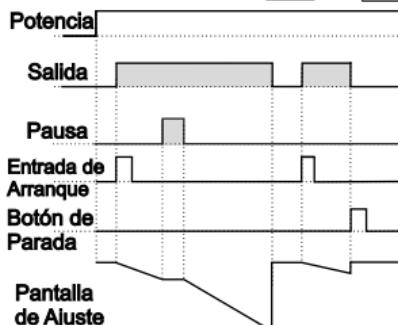

Figura 4.1
4.1.1 Si Conteo Descendente  $dEct = 1$  y  $boutF$  es  $b-n$ , el diagrama de control se muestra la figura 4.1.